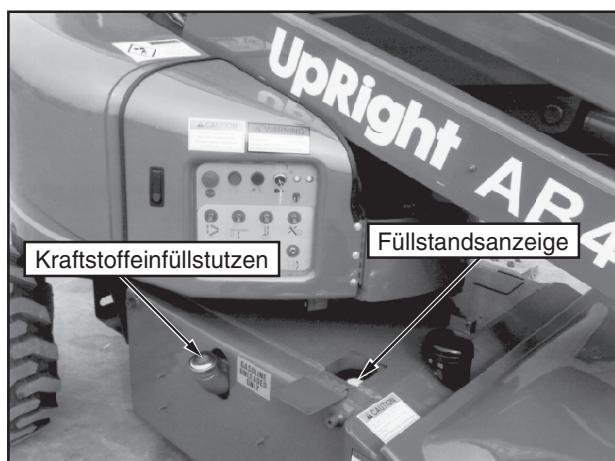

Abbildung 7: Kraftstoffeinfüllstutzen und Füllstandsanzeige
- Der sich auf der linken Seite des Fahrwerks befindliche Einfüllstutzendeckel ist zu öffnen (siehe Abbildung 7).
- Kraftstoffstand kontrollieren; dazu die sich oben auf der linken Seite des Fahrwerks befindliche Klappe hochheben (siehe Abbildung 7). Die Gesamtkapazität des Kraftstofftanks beträgt 94 l (25 US Gallonen).
- Der sich rechts oben am Fahrwerk befindliche Einfüllstutzendeckel ist zu öffnen (siehe Abbildung 7).